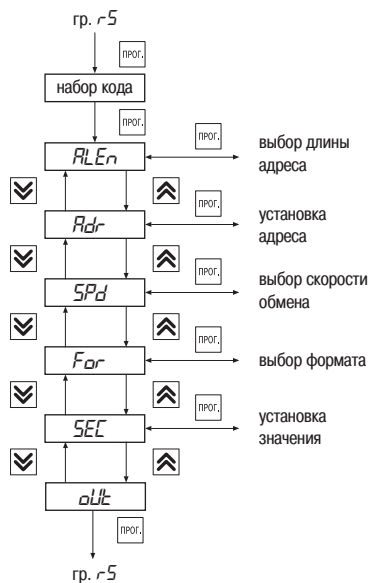

Рис. 21
6.2.2.8. Группа «rs» предназначена для задания значений параметров обмена при установленном в приборе модуле интерфейса связи RS-485 (рис. 21). Код доступа для данной группы «_11».